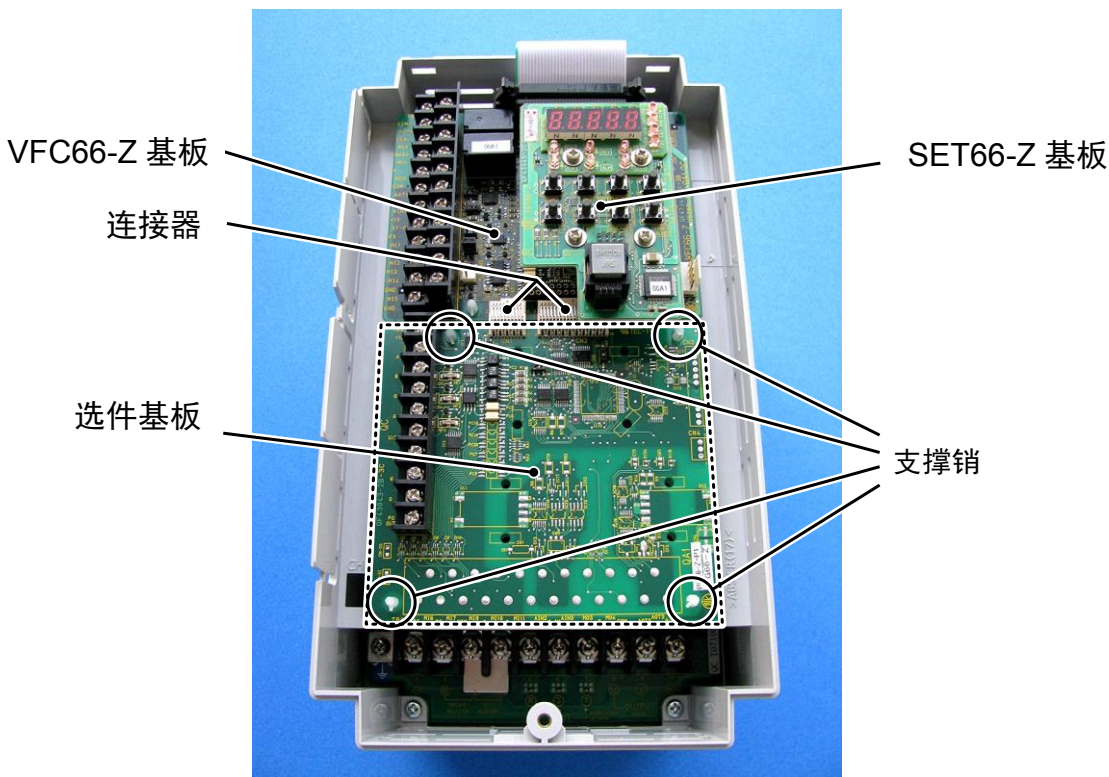

图 5.1 表面盖板打开的状态 (VF66B-2R222)
④图 5.1 中以圈标记标示出的 4 处，有将选件基板固定在变频器机箱上的支撑销，请如图 5.4 所示，将爪部分按入支撑销内部，将选件基板拆下。
⑥请将拆下的选件基板的 4 个孔对准图 5.1 中以圈标记标示出的支撑销位置，如图 5.4 所示，将基板按入，直到支撑销的爪部分勾挂住基板上部。